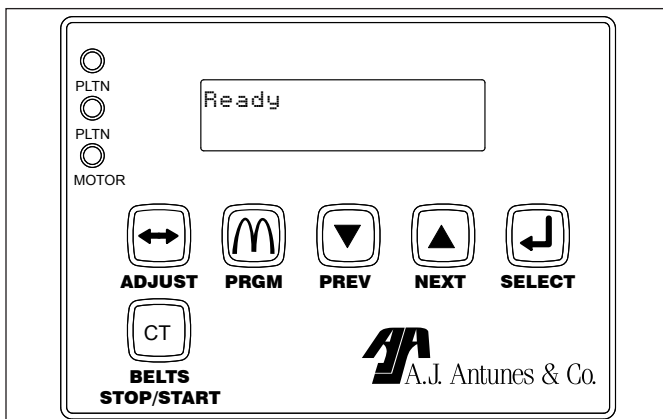

Figure 4. Affichage « Ready » du grille-pain club
3. Lorsque l'appareil atteint la température de fonctionnement, l'afficheur indiquera « Ready » (figure 4).